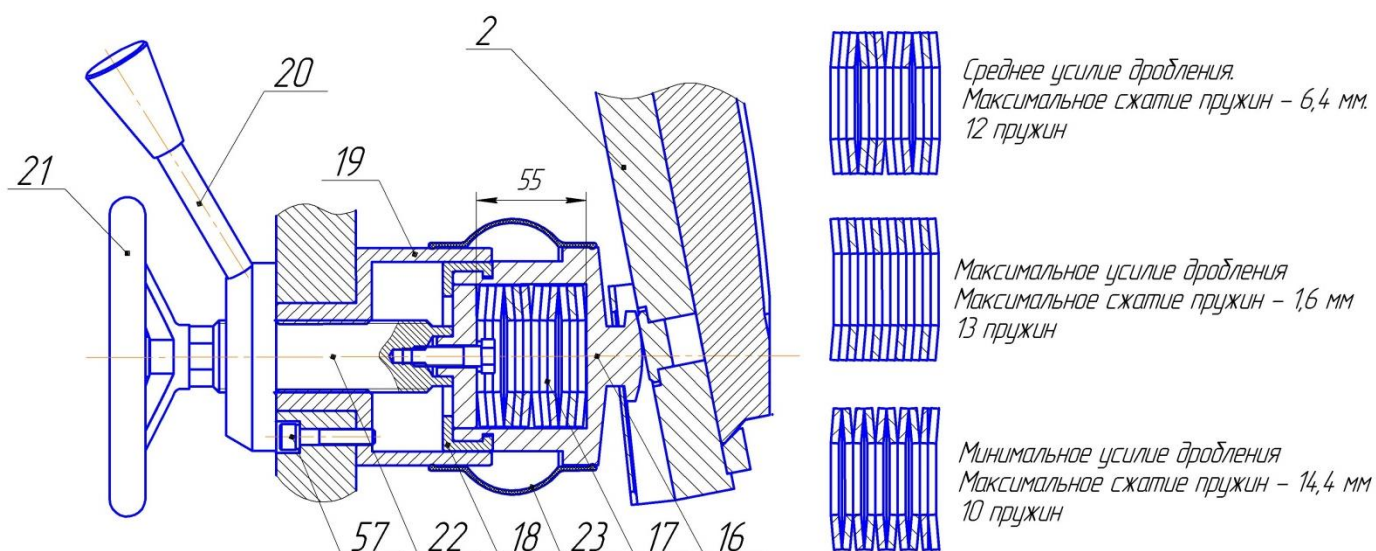

Рис. 4 Регулировка усилия дробления
- извлечь основание 2 (Рис. 4);